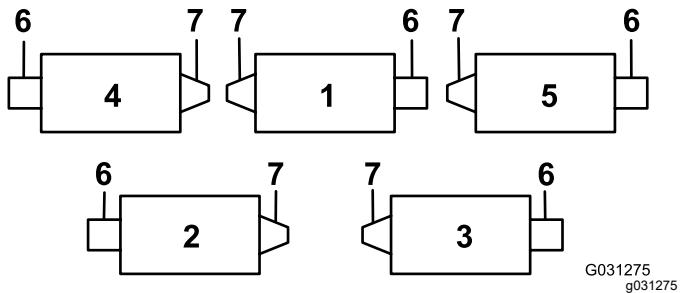
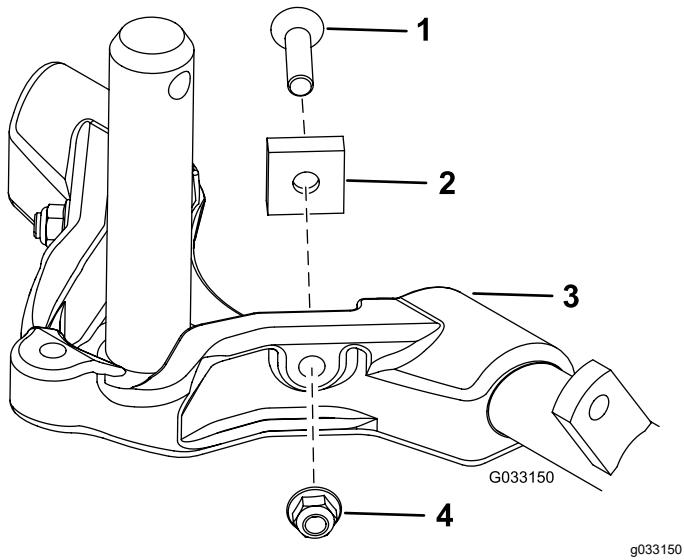

Figura 12
Figura 15
Importante: En la Unidad de corte 4 (delantera izquierda) y la Unidad de corte de 5 (delantera derecha), utilice las tuercas de montaje del soporte de la varilla para instalar las guías de las mangueras a la parte delantera de las pestañas de las unidades de corte. Las guías de manguera deben estar inclinadas hacia la unidad de corte central (Figura 12 a Figura 14).
7. Aumente el alcance de la dirección de las unidades de corte traseras retirando los 2 espaciadores de pivote, tornillos allen y contratuerca con arandela prensada (Figura 15) de los bastidores de tiro de las unidades de corte traseras (Unidades de corte 2 y 3); consulte Figura 12.